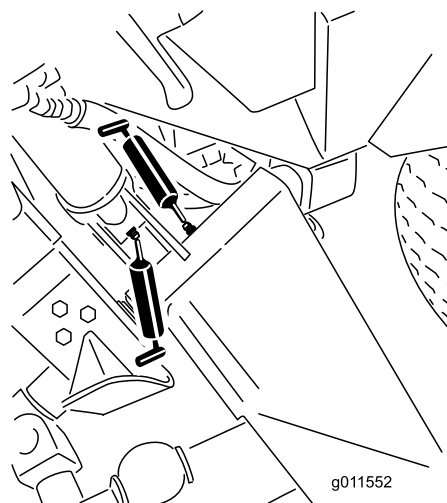
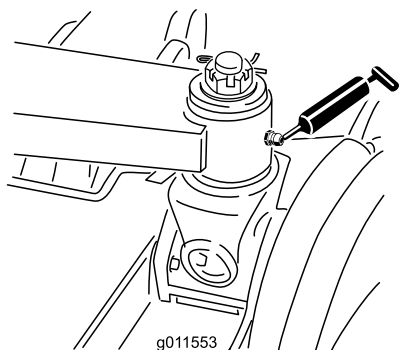

Figura 42
Figura 43
- 6 casquillos de brazos de elevación principales (Figura 42 y Figura 43)